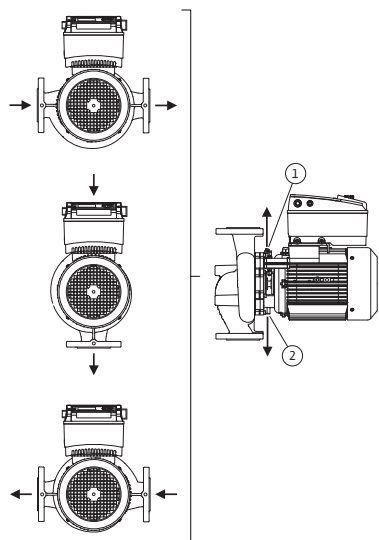

Рис. 18: Допустимые монтажные положения с горизонтальным валом электродвигателя
Допустимые монтажные положения с горизонтальным валом электродвигателя и электронным модулем вверх (0°) показаны на рис. 18. Не показаны допустимые монтажные положения с смонтированным сбоку электронным модулем ($\pm 90^\circ$). Допускается любое монтажное положение, кроме «электронным модулем вниз» (-180°). Отвод воздуха из насоса обеспечивается только при условии, что клапан для выпуска воздуха обращен вверх (рис. 18, поз. 1).
Только в этом положении (0°) может осуществляться направленное отведение накапливающегося конденсата через имеющееся отверстие, фонарь насоса и двигатель (рис. 18, поз. 2).
- При горизонтальном положении вала отверстие для отвода конденсата должно быть направлено вниз (рис. 18, поз. 2). При необходимости следует соответствующим образом повернуть электродвигатель.